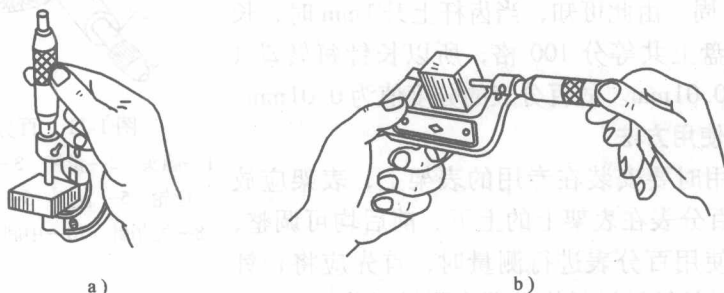

图 1-19 千分尺的使用方法
- 2) 测量时，可用单手或双手握持千分尺对工件进行测量，如图 1-19 所示。具体方法是：一般先旋转微分筒，当千分尺的测量面快要接触或刚接触到工件表面时，再旋转测力装置，当听到测力控制装置发出嗒嗒声，停止转动，然后读出读数。